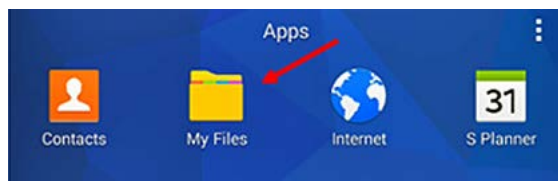

Figura 55: Carpeta "Mis archivos"
1. Abra la carpeta "Mis archivos" de la pantalla de la tableta y seleccione la aplicación desde la carpeta SD (véase Figura 55 más abajo).